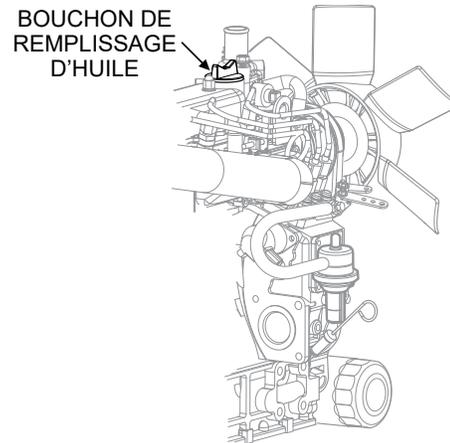

Figure 15. Orifice de remplissage d'huile moteur
5. Si le niveau d'huile moteur est bas (Figure 14C), retirez le bouchon de l'orifice de remplissage d'huile (Figure 15) et remplissez jusqu'à un niveau de fonctionnement sûr (max), comme indiqué par la jauge (Figure 14A). Remplir avec le type d'huile recommandé dans le tableau suivant Tableau 10. La capacité maximale d'huile est de 2,64 quarts (2,5 litres).